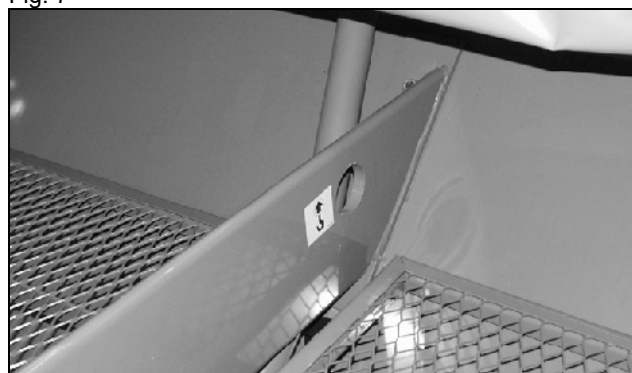

Fig. 8
- 1 punct de prindere în fața rezervorului (Fig. 8).